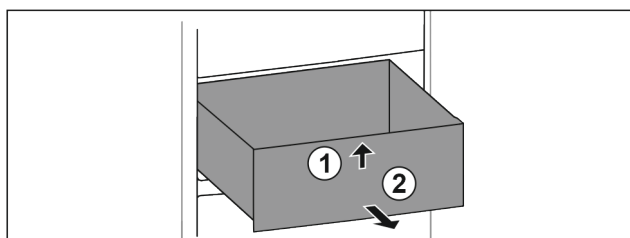

Fig. 134
- ▶ Nadzvedněte zásuvku vpředu. Fig. 134 (1)
- ▶ Vyjměte zásuvku dopředu. Fig. 134 (2)